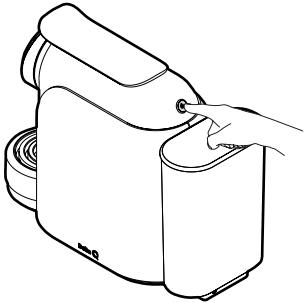

Fig. 5: Pulsante generale On/Off.
- Accendere il pulsante generale On/Off che si trova nella parte posteriore dell'apparecchiatura (vedere **Fig. 5**). I pulsanti del pannello di controllo lampeggeranno sequenzialmente (colore verde) dando inizio al preriscaldamento dell'apparecchiatura (circa 60") (vedere **Fig. 6**).